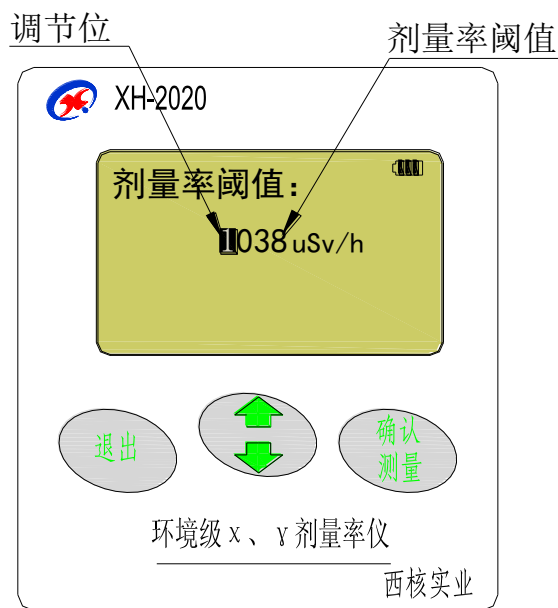

图 4
①、 剂量率报警阈值设置: 仪器进入阈值设置菜单后用“上/下调节”键将光标调到“剂量率阈值”位置, 此时按下“确认/测量”键仪器将进入剂量率阈值设值界面。(如图 4 所示) 仪器进入剂量率阈值设值界面后会看到阈值第一位在不断闪烁, 此时用“上/